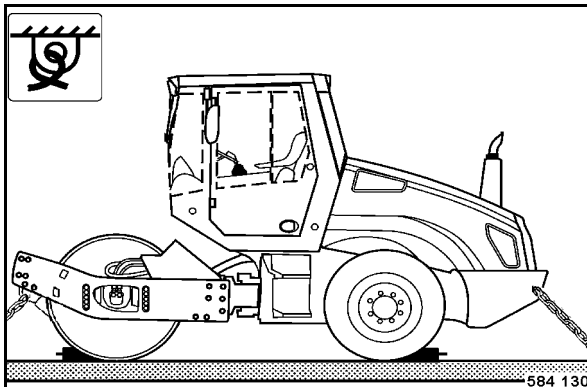

fig. 116
- Arrimer la machine sur le moyen de transport (fig. 116) par les quatre anneaux des châssis avant et arrière.